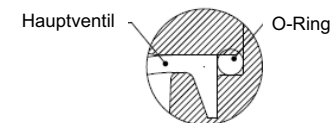

Abbildung 20. O-Ring-Position
- Stellen Sie nach dem Einbau sicher, dass der O-Ring vollständig in der Nut sitzt (siehe Abbildung 20). Wenn der O-Ring aus der Nut herausgefallen ist, kann dies zu externen Leckagen oder Fehlfunktionen führen.